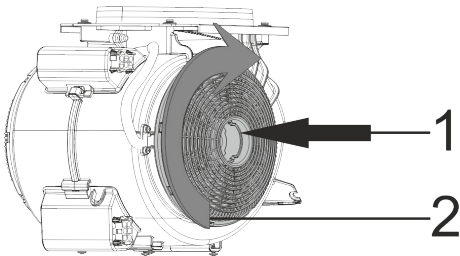

Fig. 5: FILTRO DE CARBÓN
- 1- Coloque el filtro de carbón en su carcasa (Fig. 5).
- 2- Al girar el filtro de carbón en sentido horario, asegúrese de que entre bien (Fig. 5).